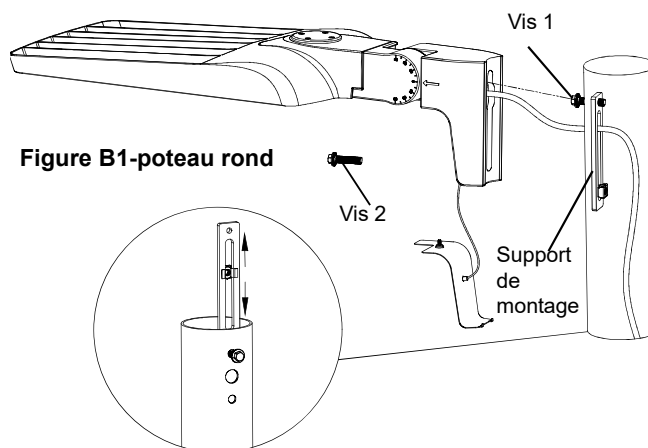

Figure B1-poteau rond
- Placez le support de montage à l'intérieur du poteau, insérez un boulon de 3/8 po à travers le trou supérieur du poteau et vissez-le dans le trou supérieur du support de montage. Consultez la figure B1.